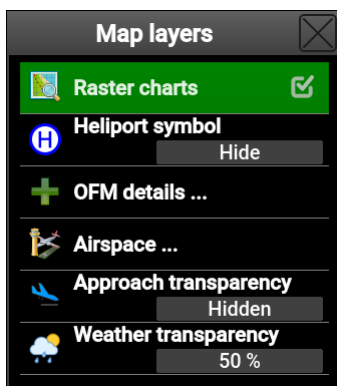

FIGURE 2.11 – La fenêtre couches de la carte.
Certaines couches de la carte peuvent être activées ou désactivées et certaines d'entre elles peuvent être réglées. En touchant le bouton des couches de la carte (Figure 2.6, option ⑤), une fenêtre s'ouvre, comme le montre la Figure 2.11.